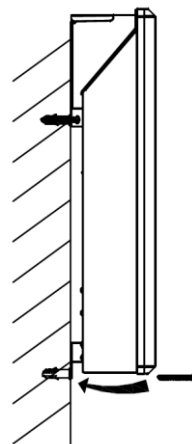

Рис.3
- Снова повесьте нагреватель на стену, вставьте и закрепите винты ST4*40 в два нижних отверстия (Рис.3).